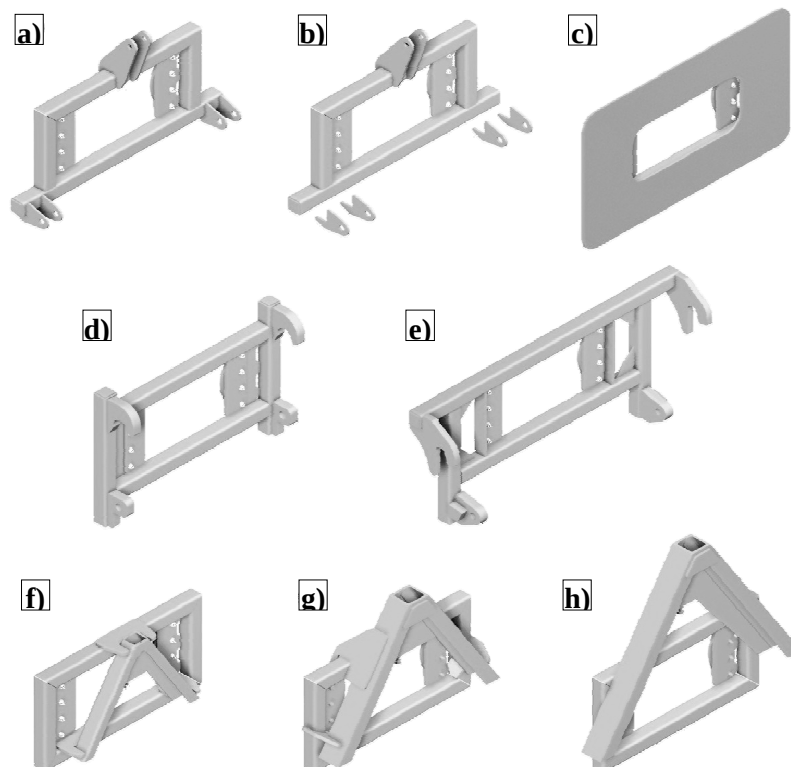
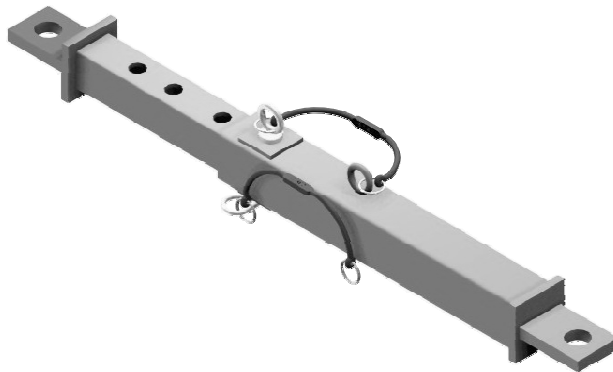

Bild 3. Rahmenausführungen für City-Schneepflüge
Bild 7. Zugbalken als Ersatz für Hydraulikzylinder
Je nach Wunsch der Kunden gibt es verschiedene Ausführungen des Tragrahmens (**Bild 3**) Die Ausführungen werden unten abgebildet.
City Schneepflüge können auch an die Träger ohne Hydraulikeingänge zur Steuerung von Scharteilen angehängt werden. Dazu können auf Wunsch der Kunden Zugbalken anstatt von Hydraulik eingebaut werden – wie auf dem (**Bild 7**).
- ❑ Ersatzrahmen auf dem **Bild 3**,
- ❑ Stützräder (nur City 180 (K) / 200 (K)),
- ❑ Gleitschienen (nur City 180 (K) / 200 (K)),
- ❑ Zugbalken – siehe **Bild 7**,
- ❑ City-Schneepflüge wurden als Geräte für Frontanbau an verschiedenen Trägern, je nach Wunsch der Kunden, vorgesehen. Man kann zwischen folgenden Tragrahmen für Anbau wählen (**Bild 3**):